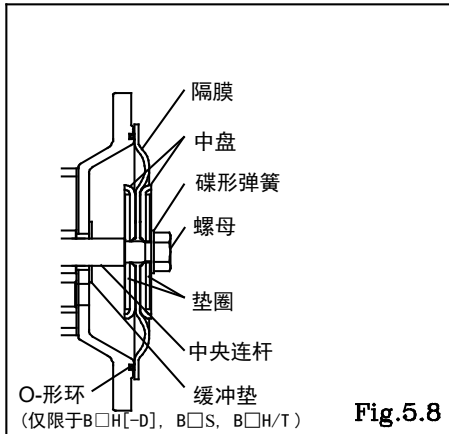

Fig.5.8
- 单边拉出隔膜，（B□H[-D]、B□S、B□H/T除外）在Fig.5.8的状态下安装外壳。螺栓临时固定。
- 拉出另一侧的隔膜，让隔膜反转（B□H[-D]、B□S、B□H/T除外），在Fig.5.8的状态下安装外壳。螺栓临时固定。